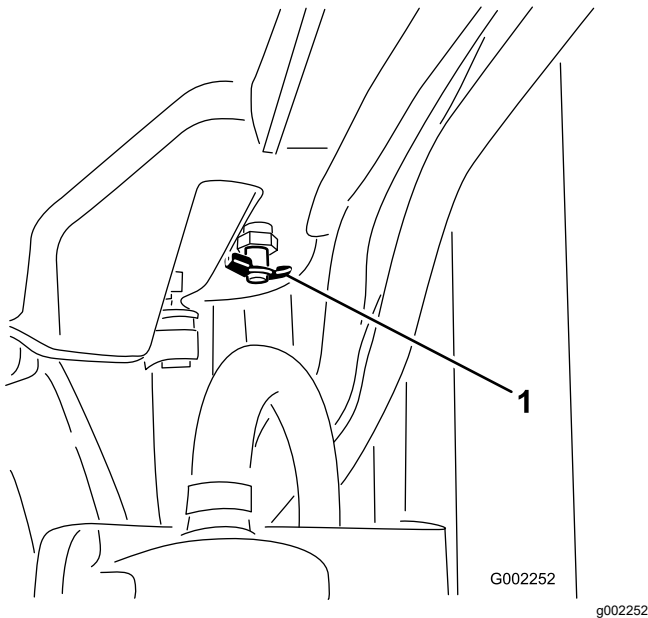

Figura 101
4. Aprite la valvola di spurgo e spurgate il refrigerante nella bacinella (Figura 101).
5. Chiudete la valvola di spurgo (Figura 101).